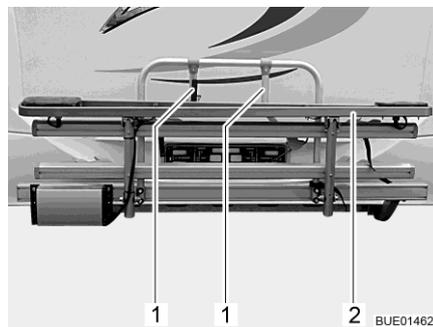
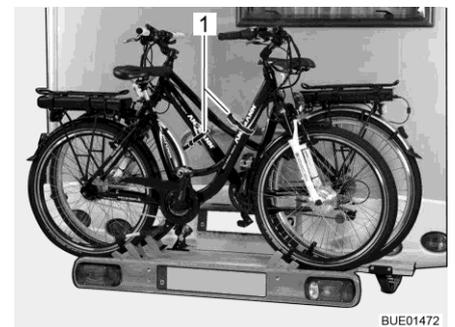

Fig. 4 Portabiciclette e-bike
Fig. 5 Disposizione e-bike
- Allentare la cinghia e abbassare il portabiciclette e-bike (Fig. 4,2).
- Ruotare il braccio di supporto più corto (Fig. 4,1) e fissare il tubo anteriore del telaio (Fig. 5,1) dell'e-bike con le cinghie.
- Ruotare il braccio di supporto più lungo (Fig. 4,1) e fissare il tubo anteriore del telaio (Fig. 5,1) dell'e-bike con le cinghie.